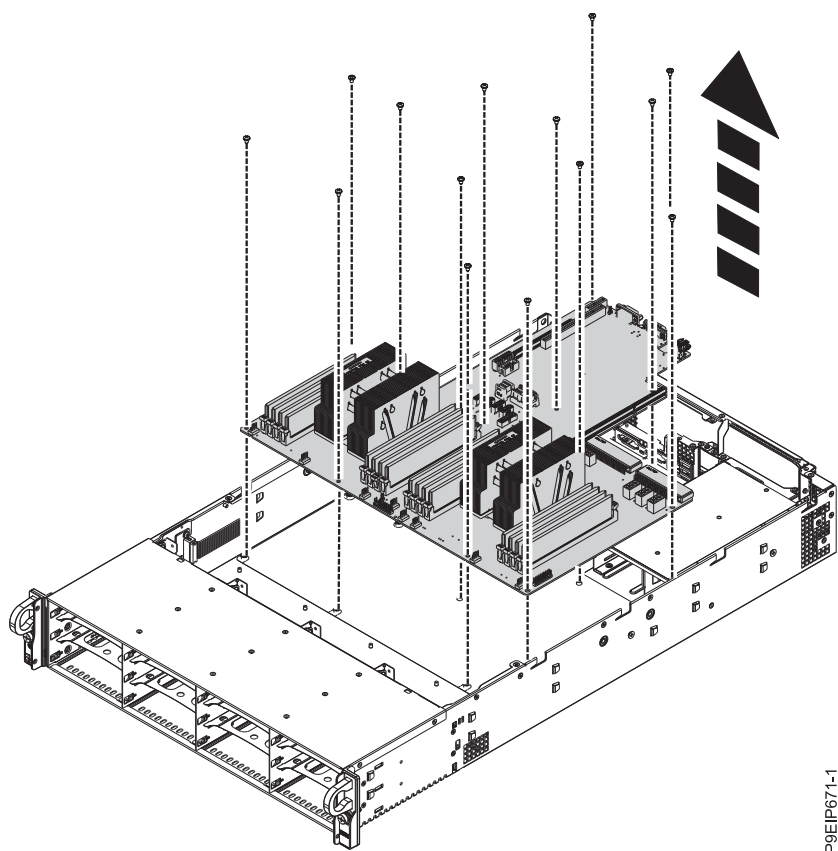

Figure 68. Soulèvement du fond de panier système
12. En maintenant le dissipateur thermique du processeur, déplacez soigneusement et légèrement le fond de panier système vers l'avant et vers le haut afin de le retirer du châssis. Voir figure 68, à la page 63.